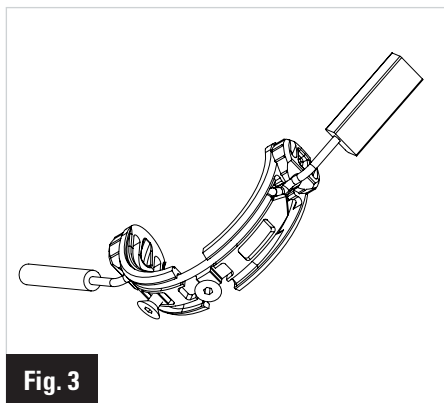

Fig. 3
- 3- Installare le guide cavi nel movimento centrale. Solo il filo elettrico per il deragliatore posteriore deve correre nel movimento centrale. Montare le guide liner (2) bloccando il filo nelle scanalature inferiori (Fig.3), poi avvitare la flangia (1) con una vite (3).
- 4- Installare il passa filo elettrico amovibile per il deragliatore anteriore (E) (D) (vedere il riquadro SERRAGGIO RISCONTRI AMOVIBILI)
- 5- Installare il passa filo elettrico (G) all'uscita della base posteriore.
- 6- Incollare l'adesivo LOOK (3) sul rivestimento. Pulire e sgrassare la superficie per un'adesione ottimale.